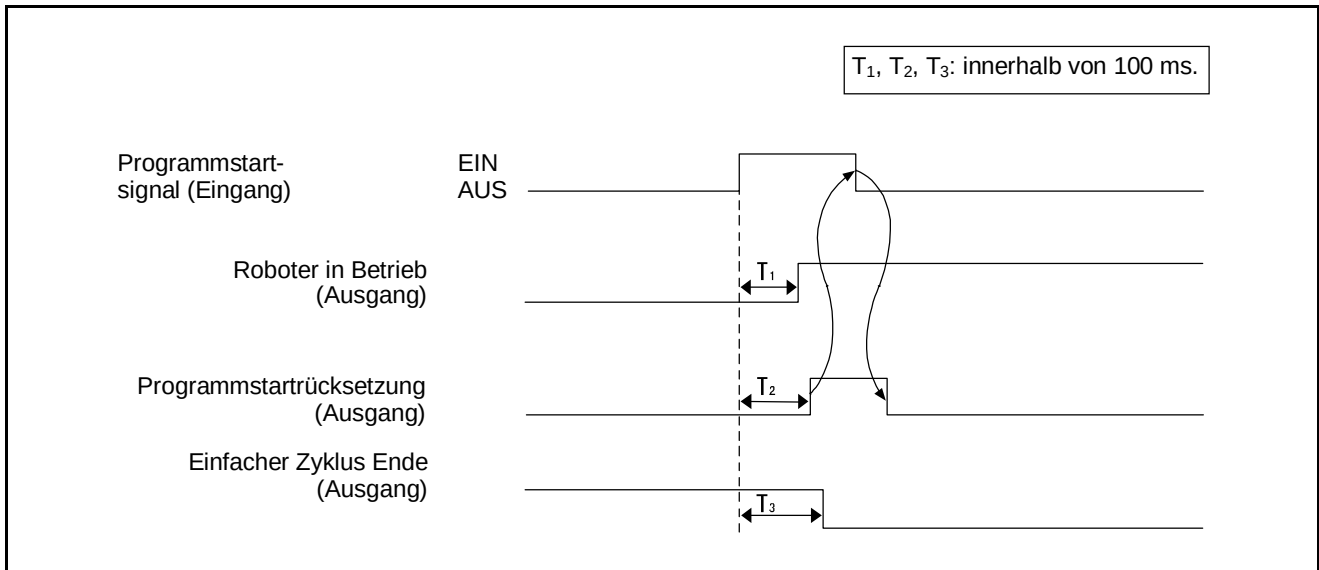

Abbildung 5-45 Zeitverhalten des Signals Programmstart (liegt an)
- Achtung ①:** Die 1-Schritt-Methode ist zwar einfach, das Setzen des Zeitgebers zum Abfallen, damit das Programmstartsignal mitten im vorherigen Zyklus angelegt wird, ist jedoch recht schwierig. Verwenden Sie diese Methode nur, um das Programmstartsignal nach dem Stoppen des Roboters am Ende jedes Zyklus anzulegen.
- ②:** Der Status der Signale "Roboterausführung", "Programmstartrücksetzung" und "Ausgang Einzelzyklus-Ende" ändert sich nacheinander nach der Eingabe des Signals "Programmstart" ($T_1 \rightarrow T_2 \rightarrow T_3$ in Abbildung 5-45). Die Änderung des Status dieser Signale erfolgt innerhalb von 100 ms nach dem Anlegen des Programmstartsignals (EIN). Siehe Abbildung 5-45.